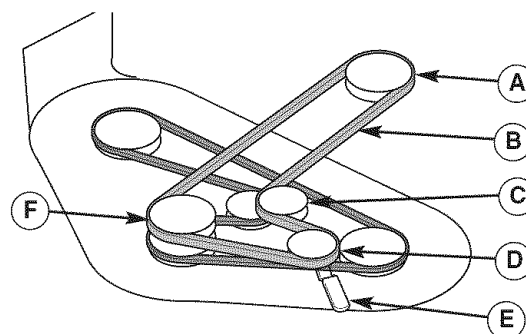

Figura 12. Disposición de Banda de Podadora
5. Use la palanca de desembrague de la banda en la podadora (E, Figura 12) para liberar la tensión en la polea tensora de la podadora e instale la banda de tracción como se muestra en la Figura 1.